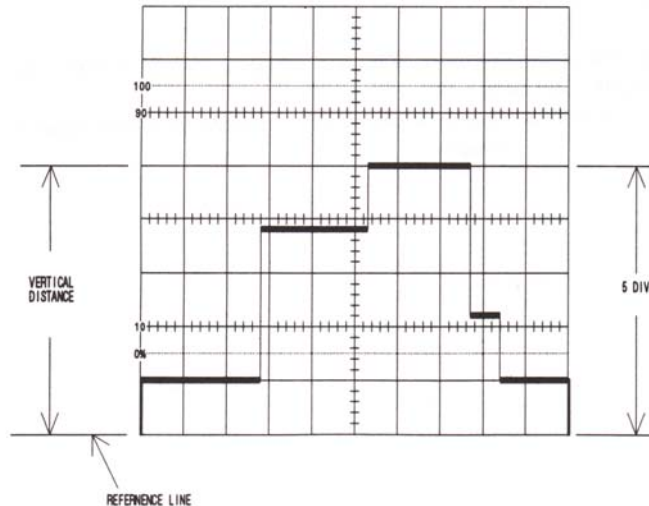

Abb. 2-6 Messung der Augenblicksspannung
2. Zeitbasisregler (15) TIME/DIV auf einen Bereich einstellen, der die Darstellung einer einzelnen Periode des Signals am Bildschirm ermöglicht. Mit dem Amplitudenregler das dargestellte Signal auf eine Amplitude von 4 bis 6 Sektionen am Bildschirm abgleichen (Abb. 2-6).
3. Kopplungsschalter (25) oder (21) in Stellung GND schieben.
4. Mit dem jeweiligen vertikalen Lageregler (4) oder (7) POSITION Nulldurchgangspunkt des Signals auf die horizontale Mittenlinie des Rasters legen. Bei einem ausschließlich positiven Signal, Nullpunkt auf die unterste, bei einem ausschließlich negativen Signal, Nullpunkt auf die oberste horizontale Rasterlinie legen.